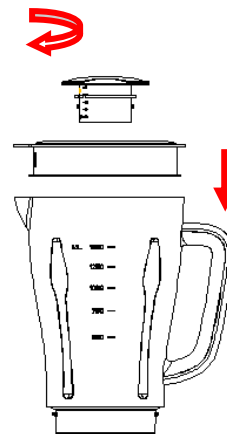

Fig.4
- 2) Ktheni enën në pozicionin drejt. Sillni unazën mbyllëse 1 rreth fundit të kapakut dhe vendosni kapakun në enë. Vendosni enën me matje në kapak duke e fiksuar në të dyja anët duke e sillur në drejtim të akrepave të orës. (shih fig.4)